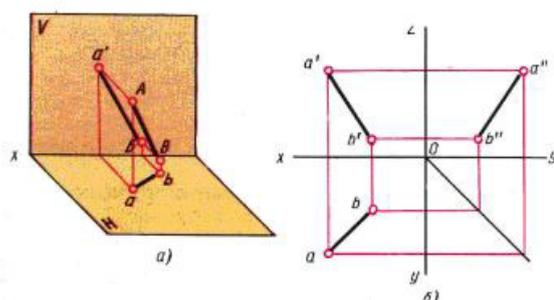

Рисунок 10
6. Прямая, не параллельная ни одной из трех плоскостей проекций, называется прямой общего положения (рис.10).